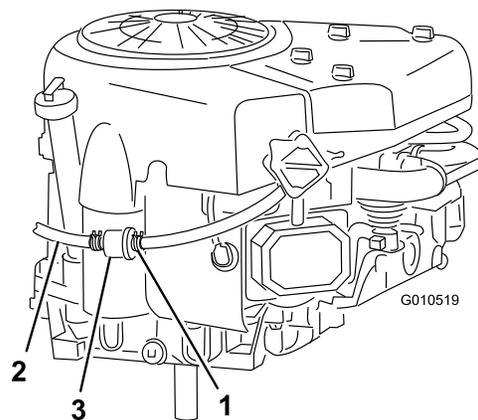

Figure 30
7. Pincez les extrémités du collier de fixation et poussez le collier en haut de la conduite d'alimentation, en direction du réservoir de carburant (Figure 30).
8. Débranchez la conduite d'alimentation du filtre à carburant (Figure 30) et laissez couler l'essence dans un bidon ou un bac de vidange.
10. Rapprochez le collier de serrage du filtre pour fixer la conduite d'alimentation et le filtre à carburant (Figure 30).
Le meilleur moment pour remplacer le filtre à carburant (Figure 30) est lorsque le réservoir à carburant est vide. Ne réinstallez jamais un filtre à carburant encrassé après l'avoir déposé de la conduite d'alimentation.